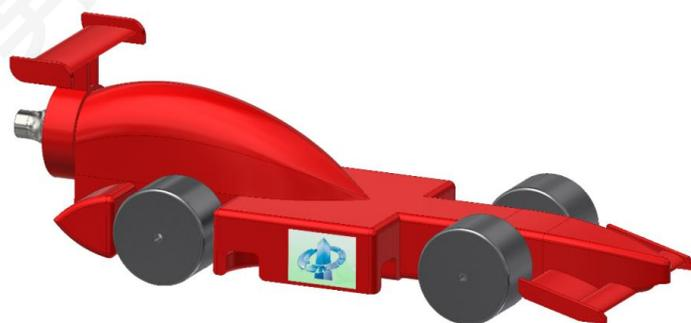

图1 F1车模的组成与结构
某玩具公司设计部拟开发一种使用 CO2 气体驱动的简易 F1 赛车模型，赛车组成结构见图 1（1-3 要求制作，4-8 是给定的），它依靠 8g 二氧化碳气瓶作为动力，驱动车模在直线轨道上运动，轨道装置上有一条牵行线穿过车模底部的两个羊眼螺钉，从而保证车模高速直线运动时紧贴轨道表面。现要求 2 名选手协同工作，在满足设计及工艺约束条件情况下，以获得最佳的气动外形和竞速性能、最佳零件加工质量和整车外观质量为目标，完成下列工作：
- （1） 在 5 小时比赛时间内完成前翼/尾翼/车身零件(图 1 表中序号 1、2、3 零件)的设计、加工和装配测量；
只能设计加工图 1 指定的三个零件，不能增加其他任何零件；
- 3.1.4** 调用符合 GB 或 ISO 标准的 A3 图纸模板，在一张 A3 图纸上绘制车身、前翼、后翼、车轮 4 个零件图（含工程标注），每个零件图要有名称、材料、比例；在另一张 A3 图纸上绘制整车的装配图，装配图要能反映全部零件的装配关系及装配尺寸（气罐位置不需要标注），并标注轴承和车轴的配合公差，装配图要有 BOM 表（见图 1）和对应的零件序号，并附一个整车渲染轴测图；